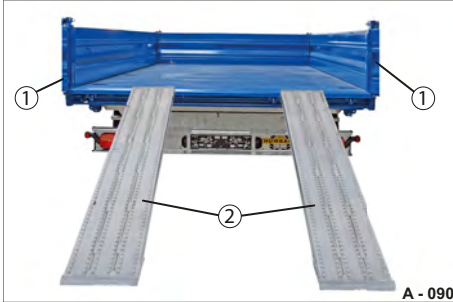

Abb. 74 Auffahrbohlen positioniert
- ▶ Entnehmen Sie die Auffahrbohlen (Abb. 74/2) aus dem Bohlenschacht.